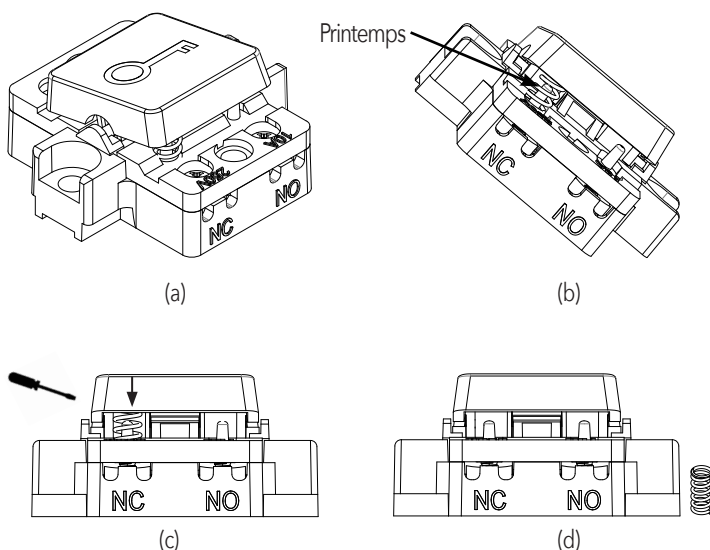

Figure 9: Passage du mode momentané au mode maintenu
3. Observez l'interrupteur et identifiez le côté qui est surélevé (Figure 9(a)). Regardez sous le côté surélevé pour trouver un petit ressort (Figure 9(b)).
4. Utilisez un petit tournevis à tête plate pour pousser le ressort vers le bas et le retirer de son axe sur la partie basculante du interrupteur (Figure 9(c)).